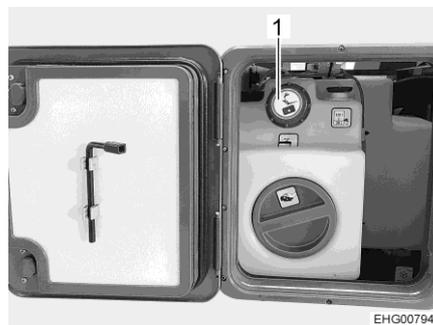

Fig. 66 Tapa de cierre para el tubo de llenado de agua potable
- ▷ El tubo de llenado de agua potable (Fig. 66,1) está identificado con el símbolo "i".
- Desenroscar la tapa de cierre del tubo de llenado de agua potable (Fig. 66,1).
- Enroscar la tapa de cierre el tubo de llenado de agua potable (Fig. 66,1).